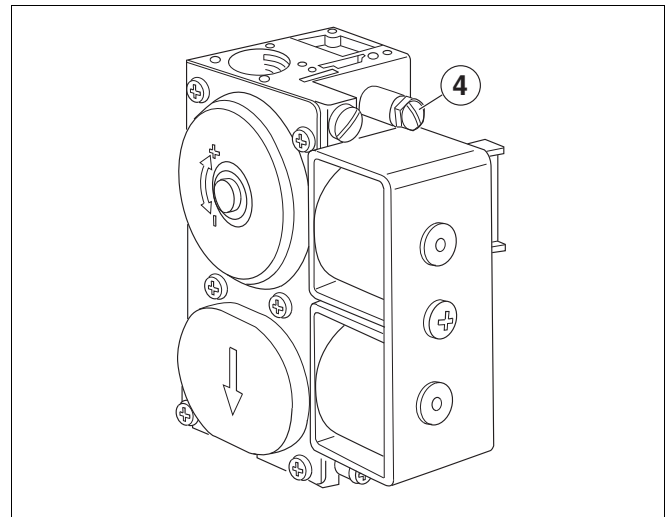

Abb. 2 SIT830 Tandem
- Verschußschraube des Prüfnippels für Anschlußdruck (Abb. 2 bis 4) zwei Umdrehungen lösen; bei SIT 830 Tandem Verschußschraube entfernen.